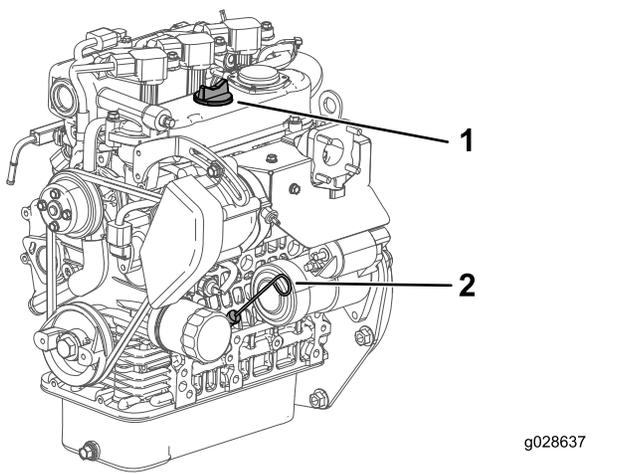

Bild 15
2. Nehmen Sie den Peilstab heraus und wischen Sie ihn mit einem sauberen Lappen ab (Bild 15).
3. Stecken Sie den Peilstab in das Rohr und stellen Sie sicher, dass er vollständig eingeführt ist (Bild 15).
4. Entfernen Sie den Peilstab und prüfen den Ölstand (Bild 15).
5. Nehmen Sie bei einem niedrigen Ölstand den Fülldeckel (Bild 15) ab und gießen Sie genug Öl ein, bis der Ölstand die Voll-Markierung am Peilstab erreicht.
6. Stecken Sie den Peilstab wieder fest ein (Bild 15).